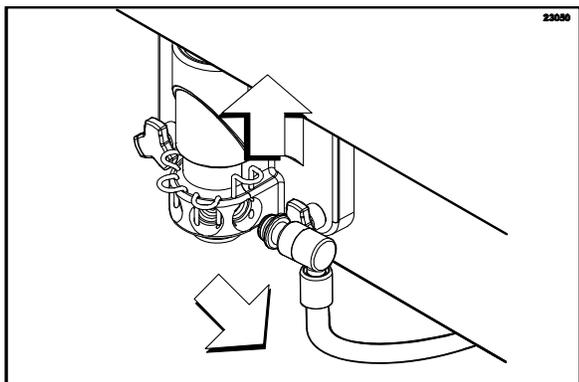

图 46
- 断开冷冻门上的糖浆阀，升高糖浆阀固定插锁并将阀拉出来。（见图 46。）